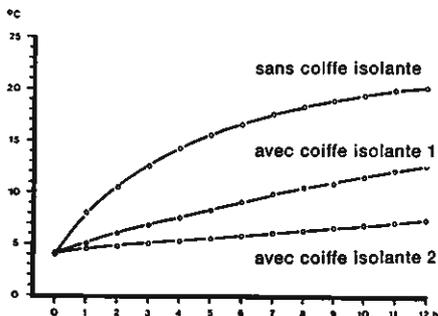

Fig. 21 Echauffement du lait avec et sans coiffe isolante (1 sans, 2 avec plaque de base)
- les coiffes isolantes permettent de maintenir les températures basses du lait pendant 10 heures (elles sont par ex. faites en mousse de polystyrène): ces coiffes seules ne produisent pourtant pas l'effet désiré si le fond des boilles n'est pas également isolé (plaque de base) (fig. 21)